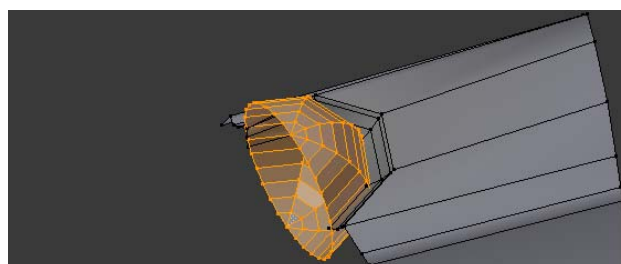

Figura 5.160
18. Centre o cursor 3D no octógono, insira uma malha UV Sphere com 8 segmentos e elimine os vértices da metade esquerda, figura 5.160.